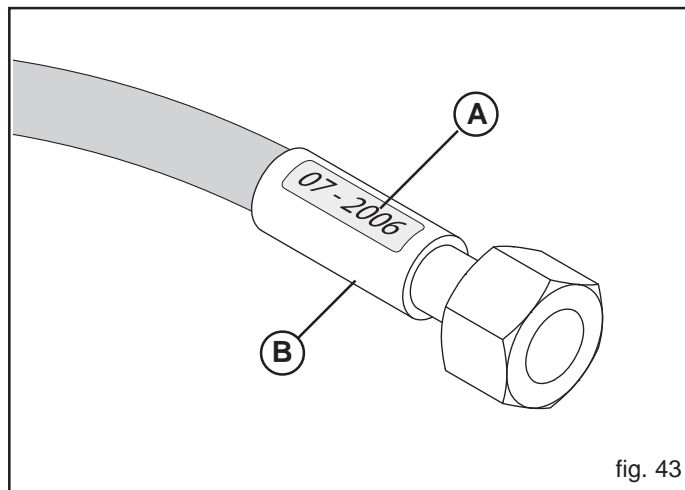

fig. 43
- La durée de vie des tuyaux oléodynamiques ne peut dépasser 5 ans, même s'ils ne sont pas utilisés (usure naturelle). La figure 43 (A) donne un exemple de l'année de production des tuyaux oléodynamiques.
- pertes autour de l'armature du tuyau (B, Fig. 43).
- corrosion de l'armature (B, Fig. 43);
- échéance de 5 ans à compter de la production (A, Fig. 43).